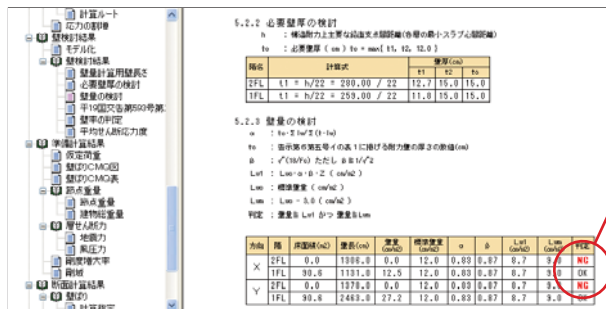

図8 壁量の検出力例
- ・壁量や壁率の判定や断面検定図などでは、NG箇所を赤色で表示して出力しますので、計算結果のなかで問題がある箇所をひと目で確認できます(図8,9)。